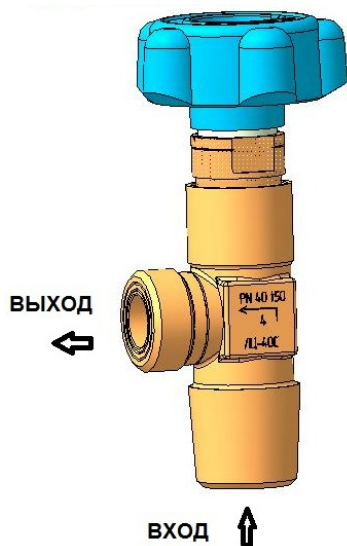

Рис.1 Вентиль исп. ДЖЕТ 481 00 00 00, -01, -03, -04, -06
4.1 Внешний вид вентиля представлен на рис.1